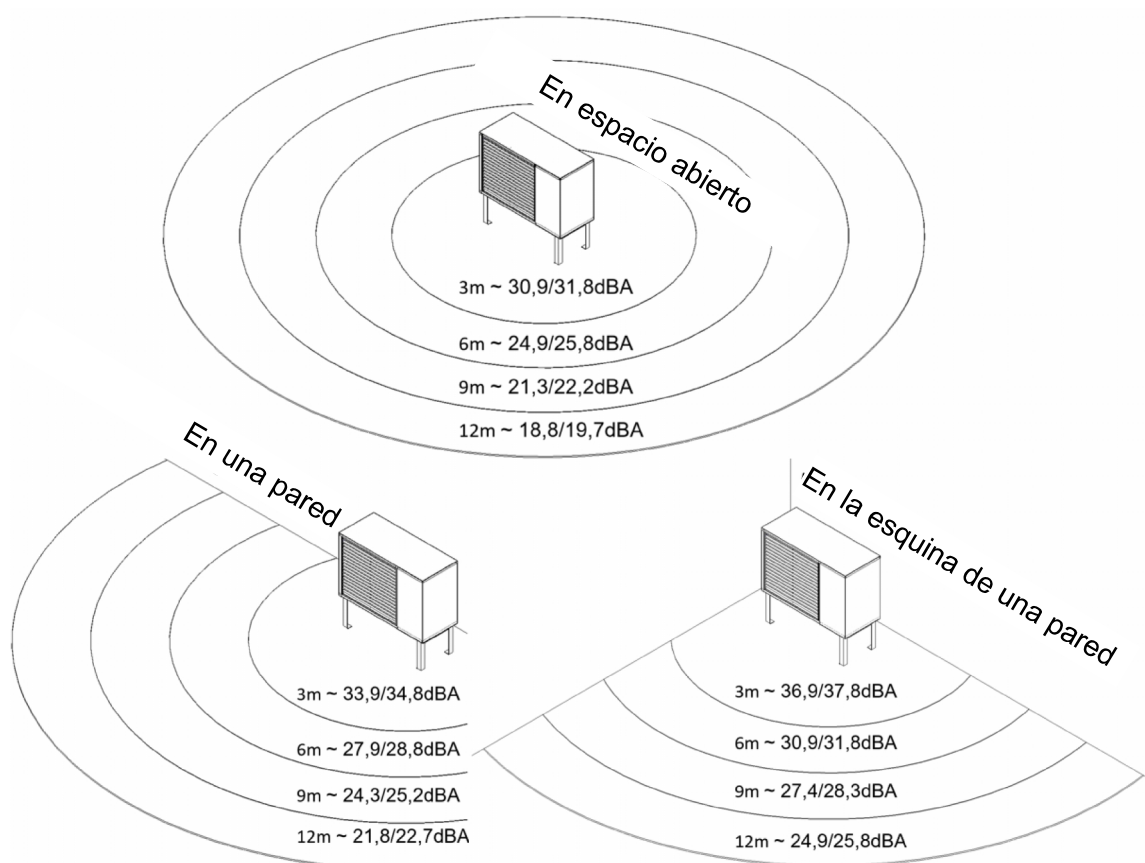

Figura 4: Presión acústica
- Respetar los datos de ruido ver Figura 4